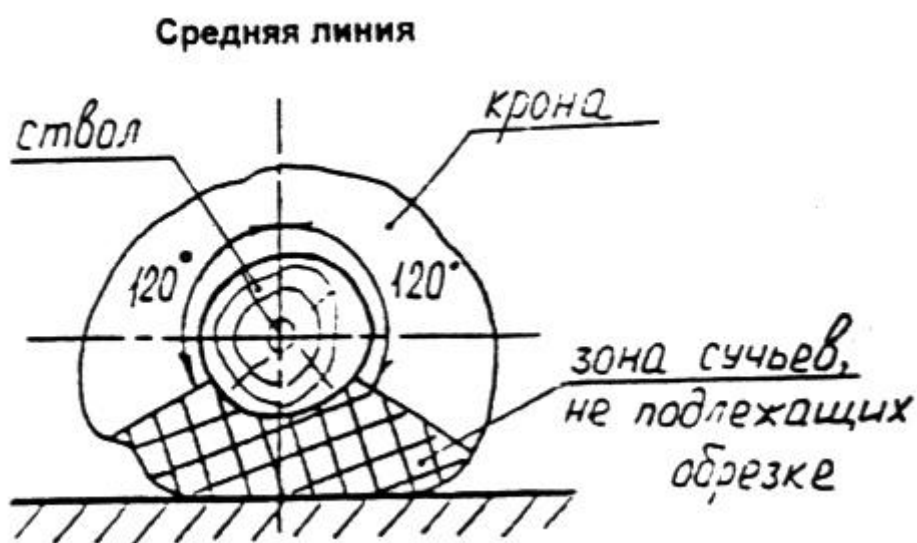

Рис. 11. Сектор обрезки сучьев
2.2. Все лишние сучья и живые ветви должны быть удалены с сектора обрезки сучьев. Сектор обрезки составляет около 120 градусов по обе стороны от средней линии ствола, рис. 11. Сумма диаметров сучьев на стволах не должна отличаться более чем на 5%. Диаметры сучьев измеряются штангенциркулем с погрешностью измерения 1 мм. Измерения диаметра сучьев производится в двух направлениях одно вдоль продольной оси ствола, второе – под прямым углом к первому измерению. Начало и конец части ствола, подлежащей обрезке сучьев, должны быть четко отмечены на стволе. Стартовая линия должна находиться на расстоянии 0,1 м перед первым ближайшим сучком, конечная – на расстоянии 0,3 м за последним сучком. Расстояние от стартовой до финишной линии на разных стволах не должно отличаться более чем на 0,5 м. Стволы должны лежать прочно, установленными приблизительно на высоте 60 см. над уровнем земли, измеренной от верхней части ствола. На стволы перед началом соревнований наносятся номера в соответствии с количеством участников. Общая длина стартовой линии до финишной